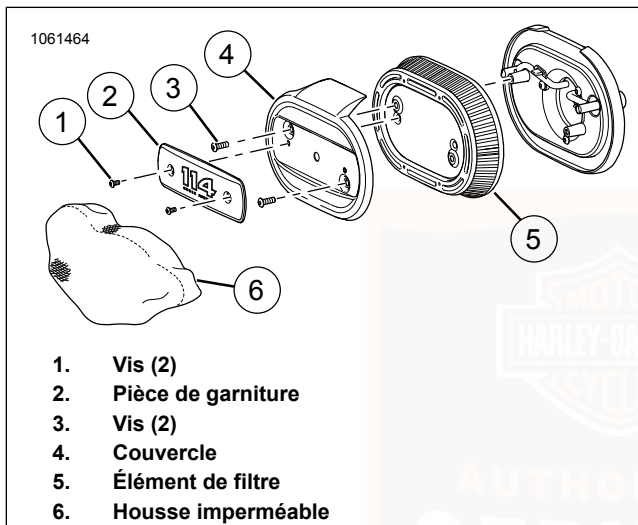

Figure 68. Filtre à air : Ovale
1. Voir Figure 68. Déposer la pièce de garniture du filtre à air.
- a. Déposer les vis de la pièce de garniture (1).
- b. Retirer la pièce de garniture (2).
- a. Déposer les vis (3).
- b. Déposer le couvercle (4).
- c. Déposer l'élément de filtre (5).
Sur les modèles équipés d'un filtre à air ovale : voir Figure 68. L'élément de filtre étant exposé, de l'eau peut pénétrer dans le moteur par temps humide ou pluvieux. En stationnement, l'eau peut provoquer des dommages internes ou la corrosion du moteur. En fonctionnement l'eau peut entraîner des ratés du moteur. Installer la housse imperméable (6) sur l'ensemble de filtre à air par temps humide ou pluvieux pour minimiser la pénétration d'eau.
1. Voir Figure 68. Poser le couvercle et l'élément de filtre.
- a. Poser l'élément de filtre (5).
- b. Poser le couvercle (4).
- c. Poser les vis (3). Serrer. 5,7–6,75 N·m (50–60 in-lbs)
- a. Poser la pièce de garniture (2).
- b. Installer les vis de la pièce de garniture (1). Serrer. 3–3,6 N·m (27–32 in-lbs)